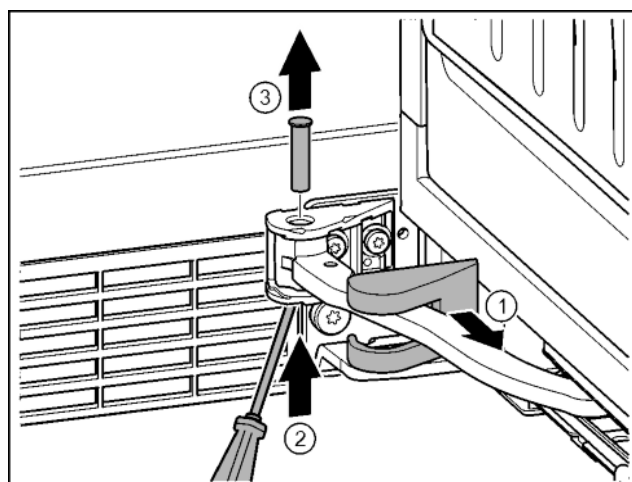

Fig. 16
- Снять крышку и переместить вдоль шарнира. Fig. 16 (1)
- Рукой или отверткой приподнять палец снизу. Fig. 16 (2)
- Вставить отвертку под головку пальца и вытащить его. Fig. 16 (3)